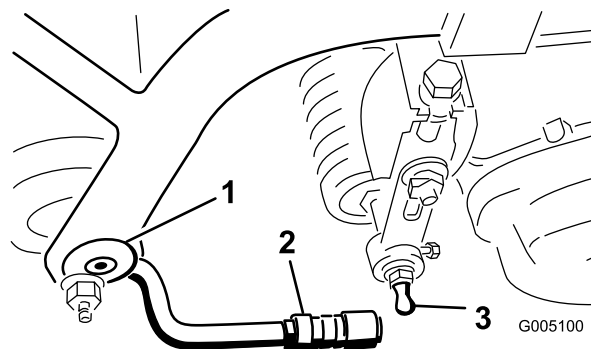

Figura 11
2. Monte una arandela y un espárrago con bola en cada extremo del rodillo delantero de las unidades de corte (Figura 11).
4. Tire hacia atrás del manguito que cubre la junta de rótula, y gire hacia abajo el brazo de tiro hasta que la rótula encaje sobre la bola del espárrago. Suelte el manguito para que pueda deslizarse sobre el espárrago, afianzando el conjunto (Figura 11).